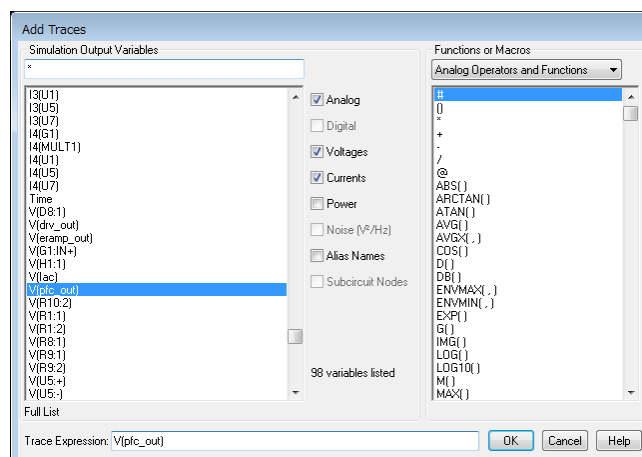

図 5.6 「Add Traces」画面
- (2) 「Add Traces」画面から表示する波形を選択します。電圧波形の場合には V (ネット名)、電流波形の場合には I(素子名)を選択してください。(図 5.6)